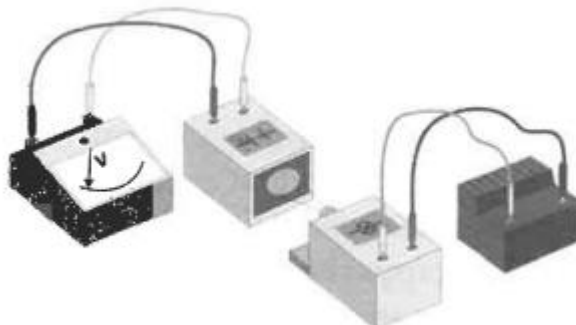

Рисунок 6 – Второй этап
**Для выполнения второго этапа работы** к выводам фотоэлемента подключают вольтметр (рисунок 6). Лампу накаливания подключают к выпрямителю и располагают перед фотоэлементом на расстоянии 10 см. Медленно приближая лампу к фотоэлементу, наблюдают изменение интенсивности освещения его поверхности и соответствующее изменение